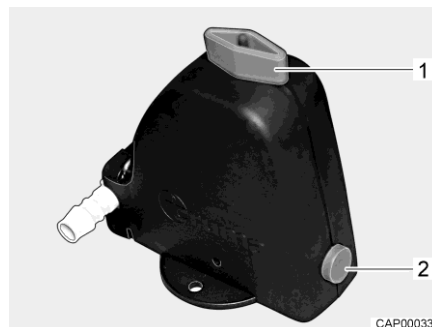
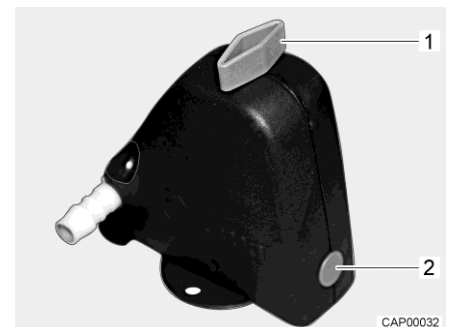

Bild 91 Sicherheits-/Ablassventil geöffnet
Bild 92 Sicherheits-/Ablassventil geschlossen
- Sicherheits-/Ablassventil schließen. Dazu Drehknopf (Bild 91,1) quer zum Sicherheits-/Ablassventil drehen und Druckknopf (Bild 91,2) hineindrücken. Das geschlossene Sicherheits-/Ablassventil ist in Bild 92 dargestellt. Bei Temperaturen unter 6 °C lässt sich das Sicherheits-/Ablassventil nicht schließen.